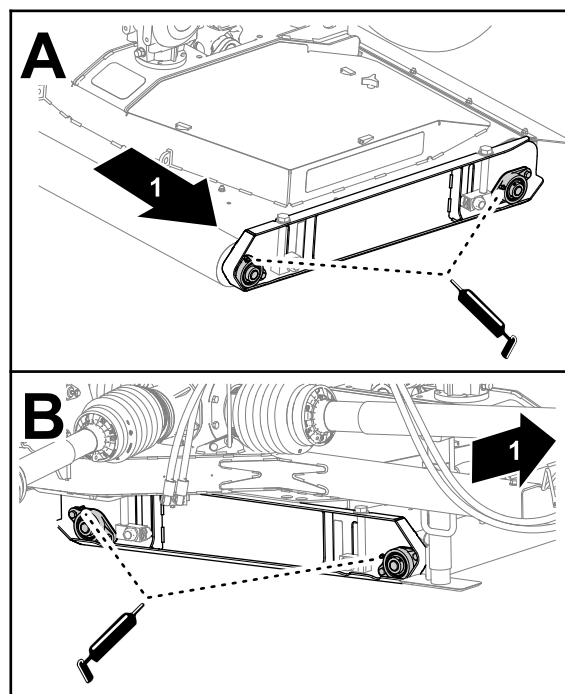

Figure 50
1. Appliquez la graisse spécifiée sur les roulements des rouleaux de plateau, du côté gauche du plateau (Figure 50).
2. Graissez les roulements des rouleaux de plateau du côté droit du plateau (Figure 50).